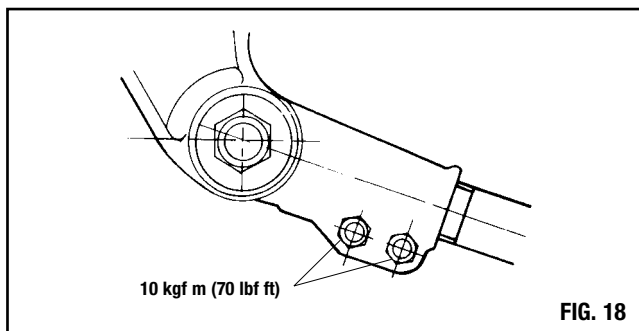

FIG. 18
- (xiii) Serrer les boulons de blocage du bras de traction à un couple de 10 kgf m (Fig. 18).